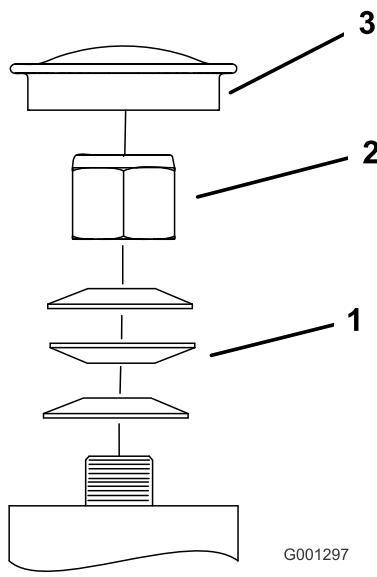

Figure 60
- Retirez le capuchon antipoussière de la roue pivotante et serrez le contre-écrou (Figure 60).
- Continuez de serrer le contre-écrou jusqu'à ce que les rondelles élastiques soient aplatis, puis desserrez-le de 1/4 de tour pour obtenir la précharge correcte des roulements (Figure 60).
Important: Veillez à placer les rondelles élastiques comme montré à la Figure 60.
- Remettez le capuchon antipoussière en place (Figure 60).